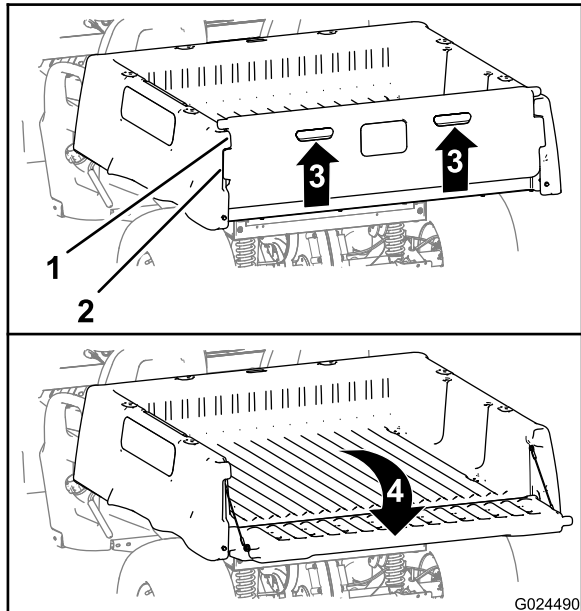

図 11
2. テールゲートのバックパネルについているフィンガーブルを持ち上げる図 11。
3. テールゲートのロックフランジを、荷台のテールゲートフランジの開口に合わせる図 11。
4. テールゲートを後方に倒す図 11。
6. を立てて閉じ、ロックフランジ側がテールゲートポケット荷台側と面一になるようにする図 11。
7. 荷台の背部まで、テールゲートを下ろす図 11。